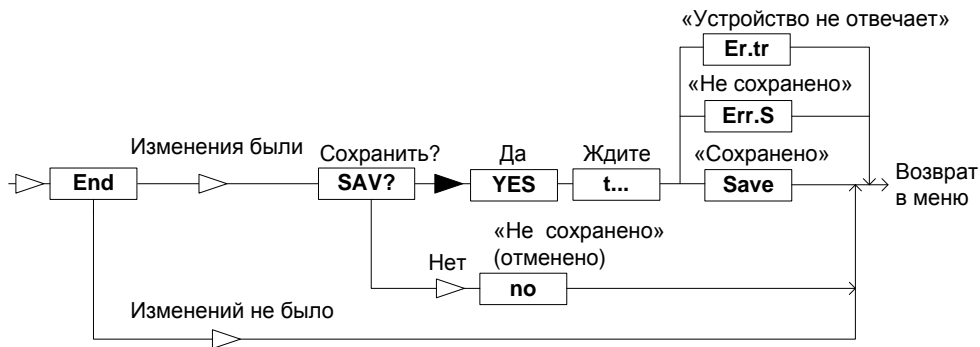

Рисунок 11
– кратковременными нажатиями на правую кнопку необходимо перейти к подпункту **End**. Если в ранее выбранных подпунктах меню были произведены изменения, то при кратковременном нажатии на правую кнопку на табло отобразится запрос (рисунок 11) – **SAV?** (сохранить?). Длительное нажатие на правую кнопку подтверждает выход с сохранением изменений, при этом на табло отобразится подтверждение сохранения – **YES**.